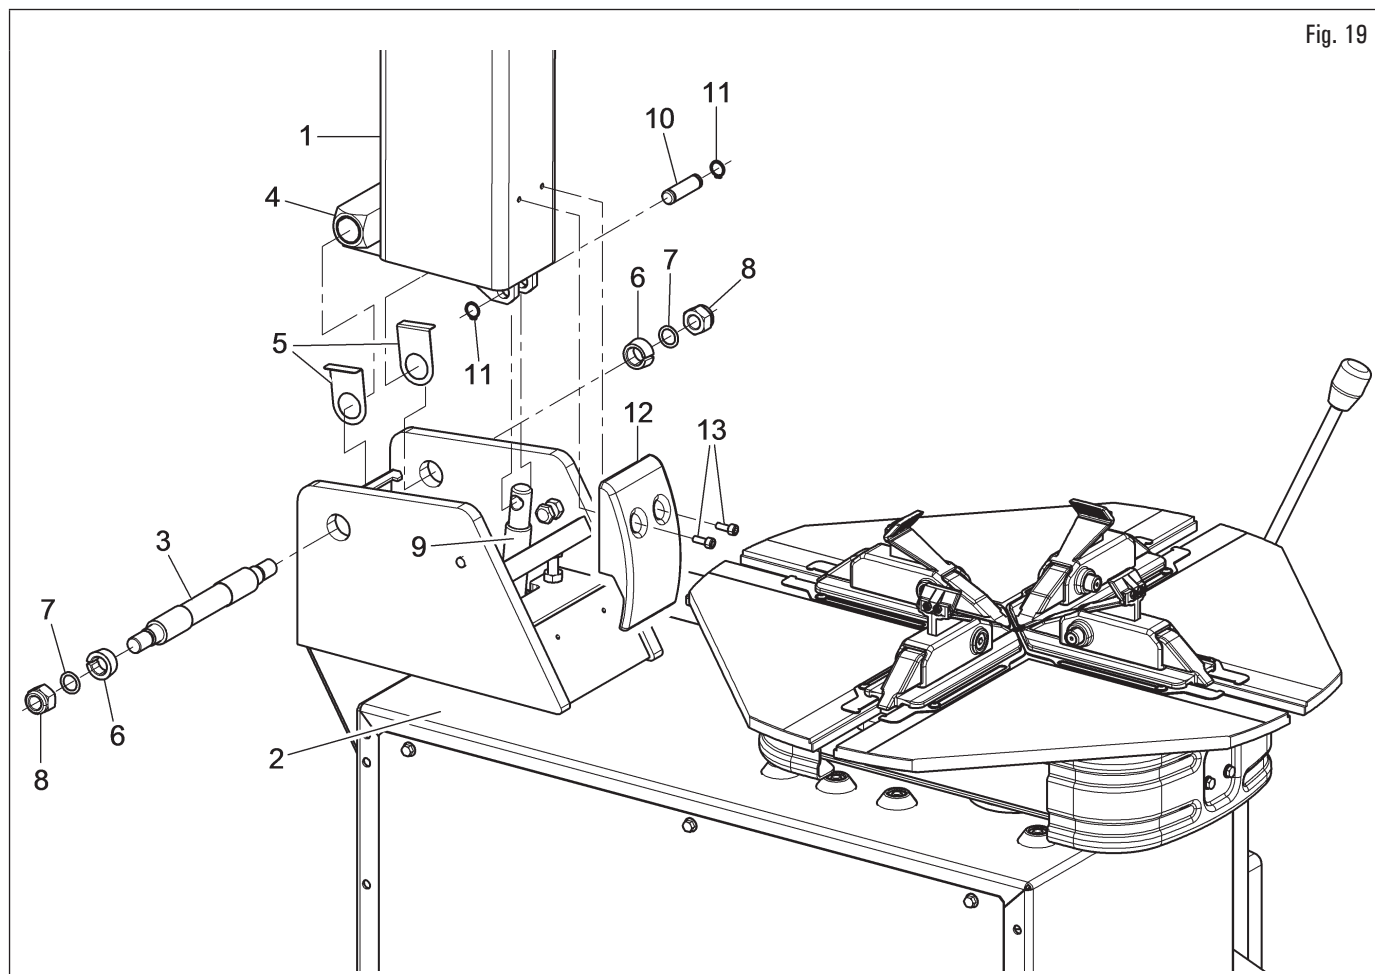

Fig. 19
2. libérer le poteau vertical (Fig. 19 réf. 1) de l'emballage et le poser sur la base en position verticale ;
3. monter le poteau (Fig. 19 réf. 1) sur la base (Fig. 19 réf. 2) en introduisant le goujon (Fig. 19 réf. 3) dans l'orifice approprié (Fig. 19 réf. 4) en interposant les cales (Fig. 19 réf. 5) et en le verrouillant avec les cônes de verrouillage (Fig. 19 réf. 6), les rondelles (Fig. 19 réf. 7) et les écrous (Fig. 19 réf. 8). Bloquer le poteau (Fig. 19 réf. 1) avec le panneau avant (Fig. 19 réf. 12) et les vis (Fig. 19 réf. 13). Fixer la tige du cylindre (Fig. 19 réf. 9) de commande basculement poteau en utilisant le goujon (Fig. 19 réf. 10) et les anneaux de retenue (Fig. 19 réf. 11) ;